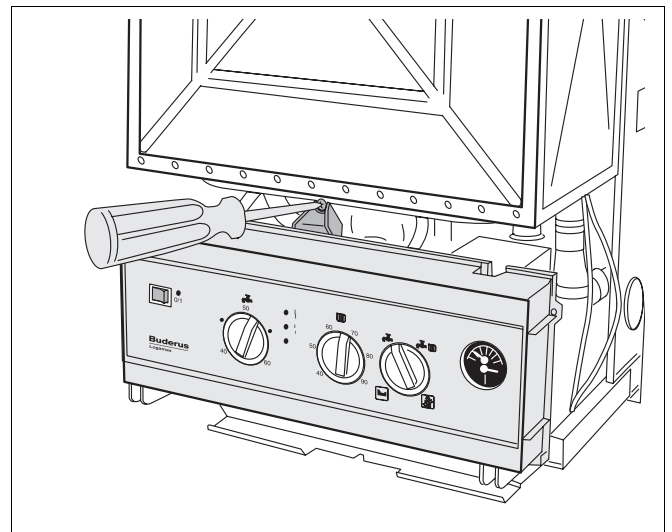

Fig. 9 Înlocuirea panoului de comandă
- Se desface șurubul panoului de comandă (Fig. 9).